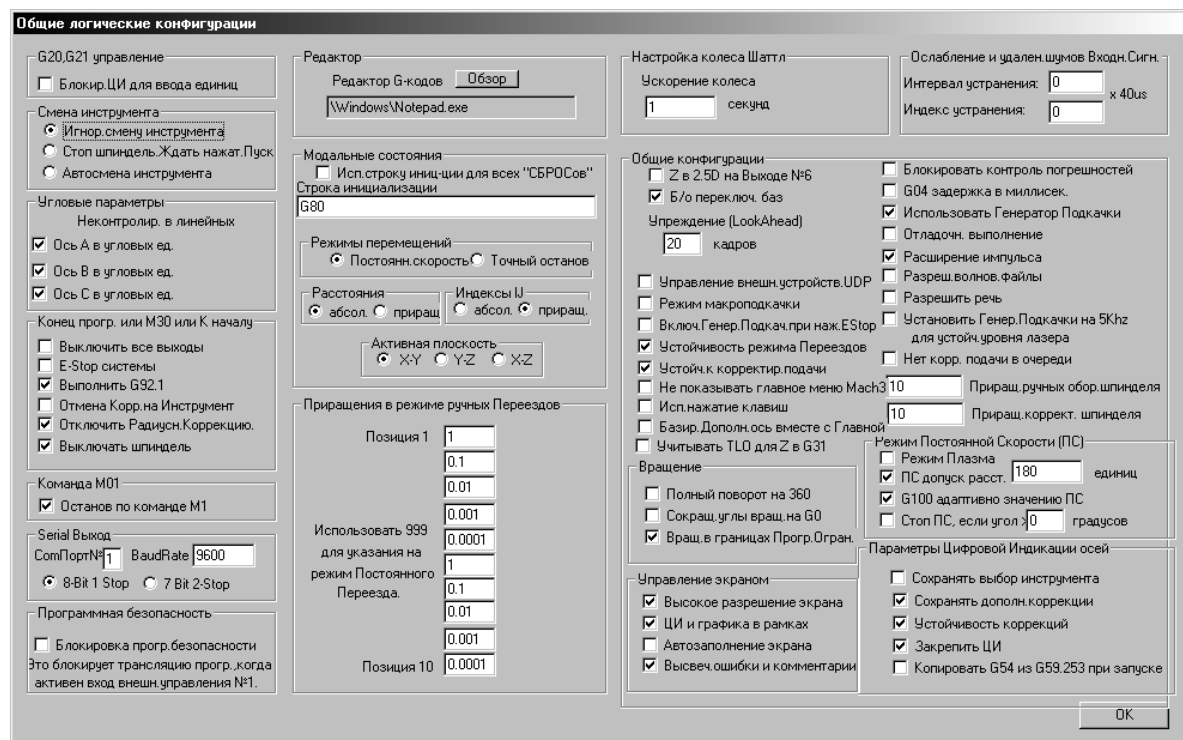

Рис. 7. Окно **Общие конфигурации**.
6. Зайти в меню **Конфигурации – Общие конфигурации** (Рис. 7). Установить параметры согласно рисунку.